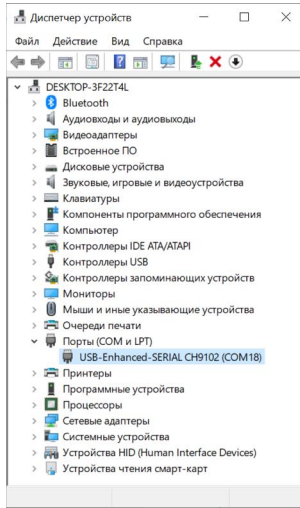

Рис. 9. Диспетчер устройств Windows.
3. Определите с помощью «Диспетчера устройств» Windows номер виртуального СОМ-порта, к которому подключен термогигрометр. Для этого нажмите правой кнопкой мыши на значок «Мой компьютер», выберите «Свойства» и далее пункт «Диспетчер Устройств» (для Windows 10 нажмите правой кнопкой мышки на меню «Пуск» и выберите «Диспетчер устройств»). Кликнув по строке «Порты (СОМ и LPT)», Вы увидите в строке «USB-Enhanced-SERIAL CH9102». На Рис. 9 номер порта – СОМ18 (номер порта может отличаться).